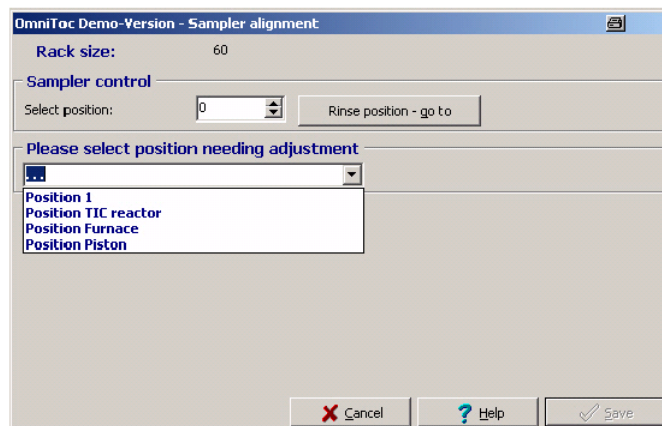
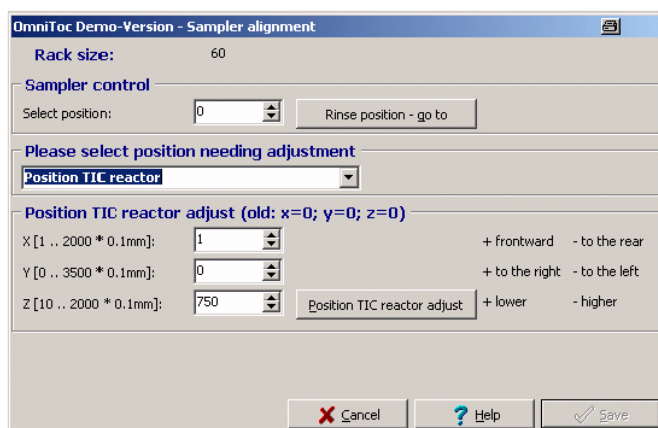

图74 Sampler Alignment (自动进样器调准) 窗口
图75 Sampler Alignment (自动进样器调准) 窗口
3. 在**Position Needing Adjustment**（进样针位置调整）窗口，从列表中选择需要调整的位置（图74，图75）
4. 点击相应的键开始位置的调整（如**POSITION TIC REACTOR ADJUST**（TIC反应器位置调整），见图75）。
2. 在“Sampler alignment”窗口选择**Please select position needing adjustment>Position Piston** (请选择进样针位置调整>活塞位置) (图74)。